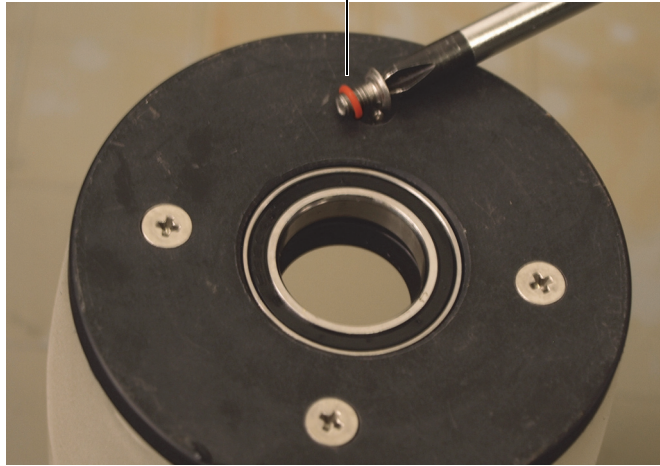

図 6-14 アコースティックホイールのフランジの外側留めねじの取り外し
1. プローブケーブル側フランジの反対側にあるアコースティックホイールのプレーンフランジから 4 本の外側留めねじを取り外します (93 ページの図 6-14)。